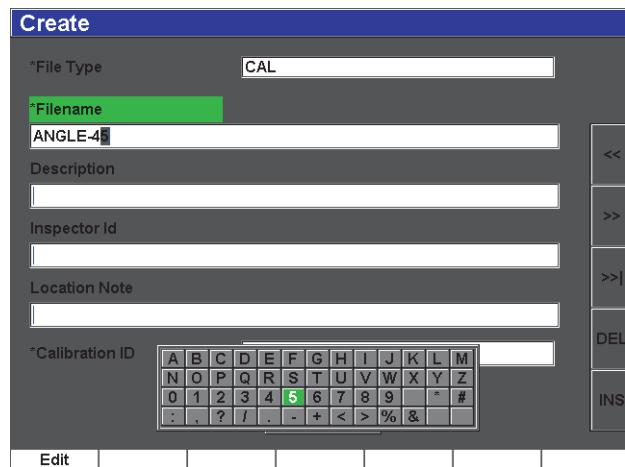

图 2-21 虚拟键盘
6. 使用飞梭旋钮或箭头键在虚拟键盘中浏览 (参见第 50 页的图 2-21)。
7. 按 **INS** (插入), 插入一个字符 (参见第 50 页的图 2-21)。